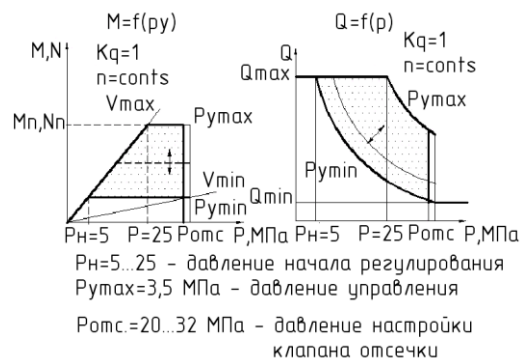

Рисунок 20 – График зависимости крутящего момента M и подачи Q от изменения давления p .
- При отсутствии давления управления $P_y=0$ (рисунок 20) и наличии давления в регуляторе $P_r > 3$ МПа, насос находится на минимальном рабочем объеме V_{min} , обеспечивая минимальную подачу Q_{min} и потребляемую мощность $N_{пmin}$.